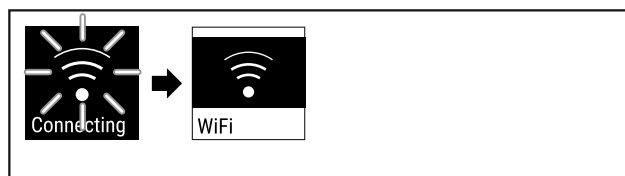

Fig. 86
- ▶ La connexion s'établit (voir Fig. 86).